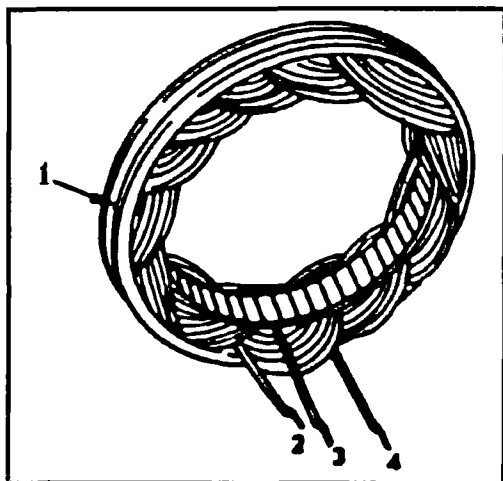

Рис. 11.12 Проверка на короткое замыкание
Во время проверки на короткое замыкание обмоток статора один провод омметра надо приставить к кольцу из магнитоводов (1, рис. 11.12), а второй - по очереди к концам трех проводов (2), (3) и (4).